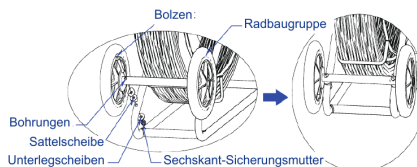

Abbildung 20. Radbaugruppe montieren
6. Radbaugruppe montieren (siehe Abbildung 20)